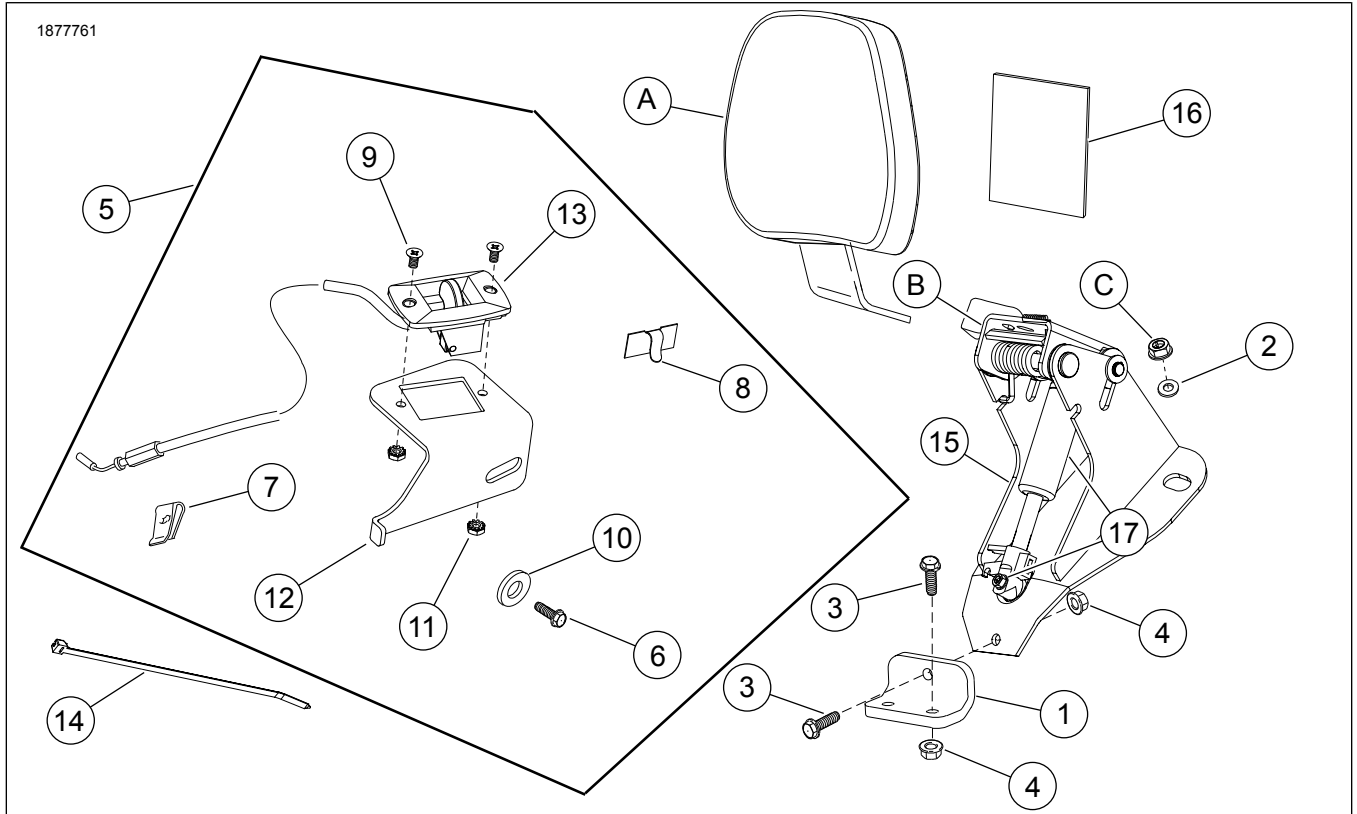

图1。套件内容：FL可调式骑手靠背安装硬件套件
9. 参见图1。将执行器手柄(13)与拉索安装到执行器手柄支架(12)，使拉索在安装时指向下方。